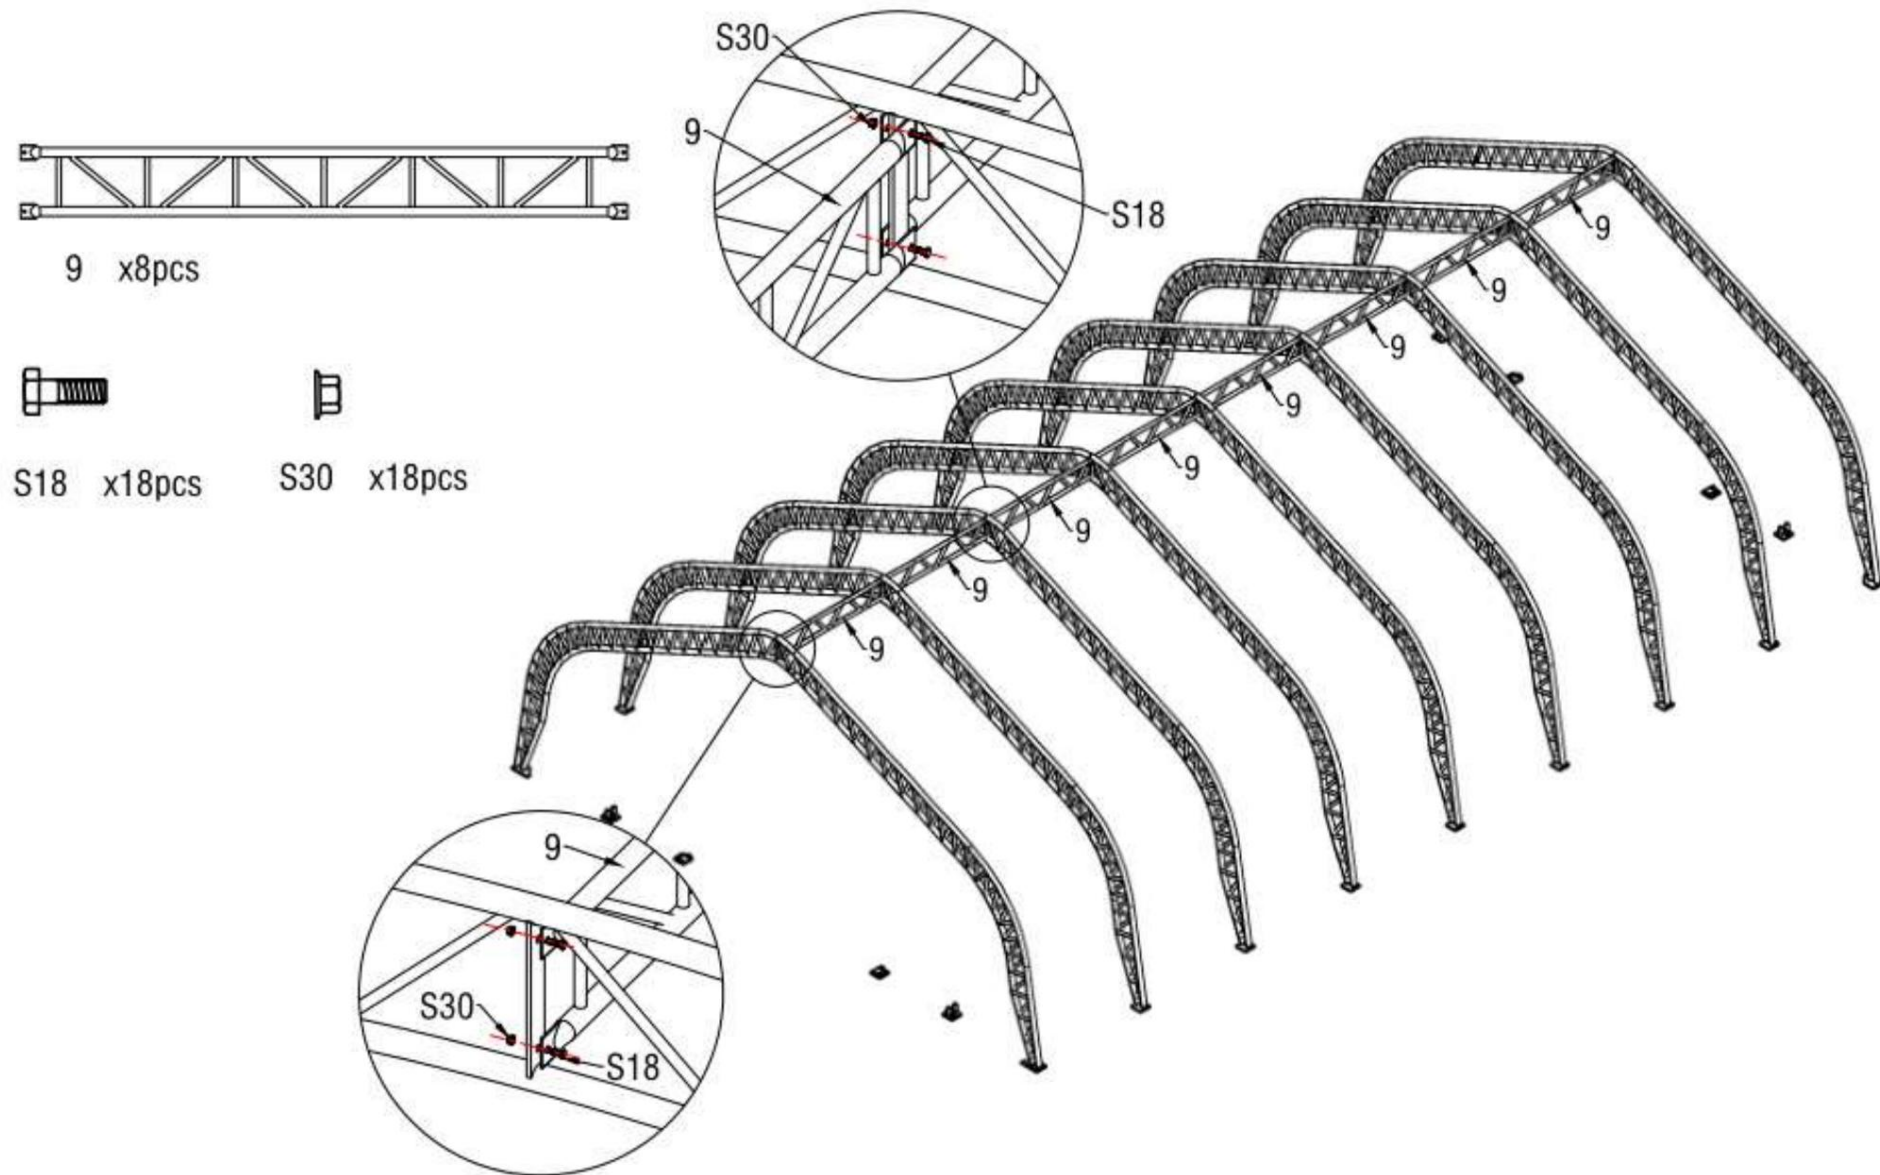

Figure 7
4. Comme illustré sur la figure 7, une fois toutes les arches installées dans les platines de base, utilisez des pannes doubles (n° 9) pour les relier à l'aide de vis M10x30 (n° S18). Ensuite, utilisez des pannes (n° 10) pour relier les arches à l'aide de vis M10x30 (n° 18). Enfin, fixez toutes les autres pannes. Le cadre tendu est terminé (voir figure 8).